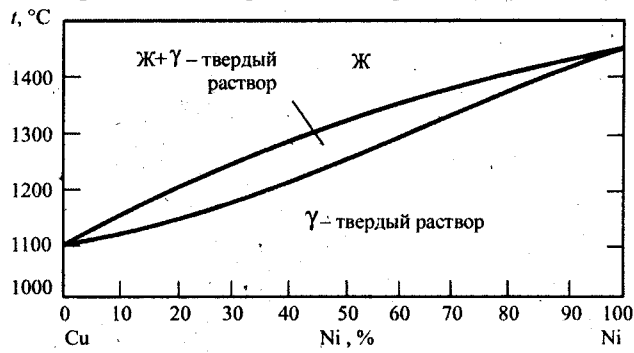

Рис. 7
1.3.15. Металлы Cu и Ni в твердом состоянии образуют (рис. 7) ...